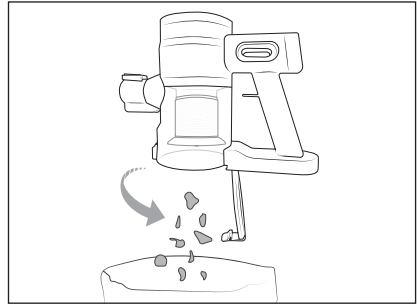

Abb. 10
- 1) Entfernen Sie bei Bedarf das Teleskopsaugrohr **16**. Halten Sie den Staubbehälter **2** in einen Abfalleimer und lösen Sie die Staubbehälterdeckel-Entriegelungstaste **4**. Der Staubbehälterdeckel **3** öffnet sich und der Inhalt wird in den Abfalleimer entleert (siehe Abb. 10).